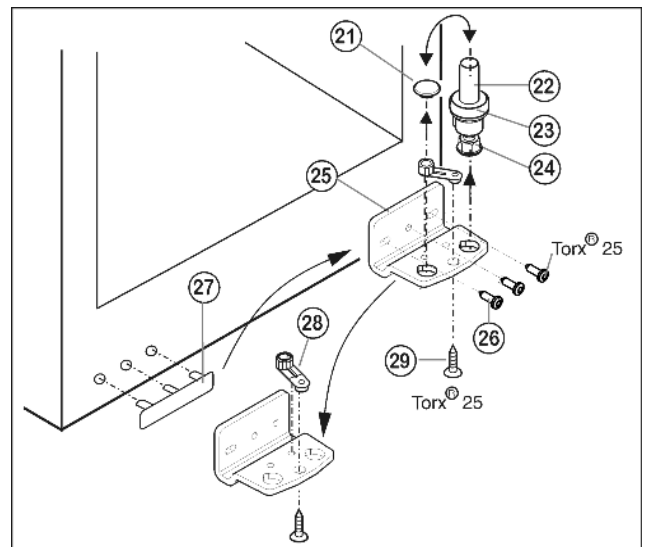

Fig. 5
- ▶ Извлеките опорный винт Fig. 5 (22) в комплекте с шайбой Fig. 5 (23) и регулируемой опорой Fig. 5 (24), вытягивая его вверх.
- ▶ Снимите пробку Fig. 5 (21).
- ▶ Открутите Fig. 5 (26) опорный кронштейн Fig. 5 (25).
- ▶ Открутите Fig. 5 (29) опорную деталь Fig. 5 (28) и, переставив в отверстие на противоположной стороне опорного кронштейна, снова прикрутите.
- ▶ Осторожно снимите и переставьте на противоположную сторону крышку со стороны ручки Fig. 5 (27).
- ▶ Снова прикрутите опорный кронштейн Fig. 5 (25) на новой стороне шарнира (с моментом 4 Нм). При необходимости используйте аккумуляторный шуруповерт.
- ▶ Переставьте пробку Fig. 5 (21) в свободное отверстие.
- ▶ Вновь установите опорный винт Fig. 5 (22) в комплекте с шайбой и регулируемой опорой. При этом фиксатор должен быть направлен назад.